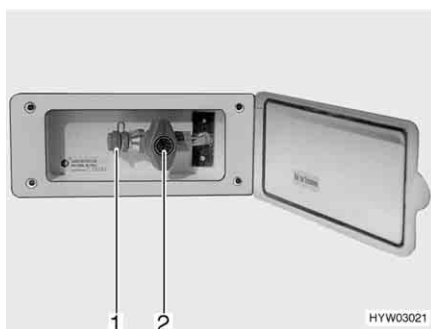

Fig. 101 Presa gas esterna (rubinetto di arresto del gas chiuso)
La presa gas esterna (Fig. 101) si trova sul lato destro del veicolo.
- Collegare l'apparecchio a gas esterno all'attacco (Fig. 101,1).
- Aprire il rubinetto di arresto del gas (Fig. 101,2).